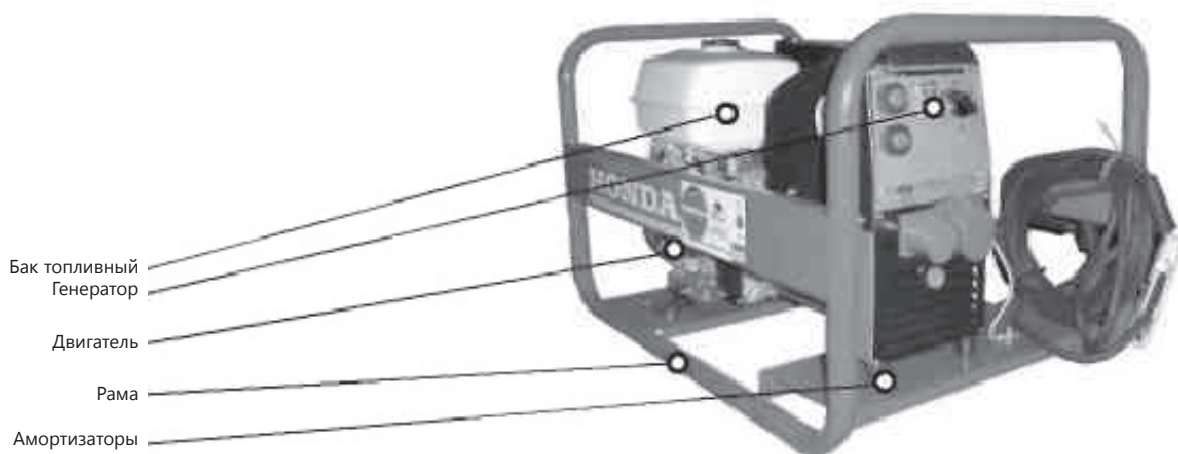

рис. 1
1.1.1.2 Общий вид электроагрегата приведен на рис.1